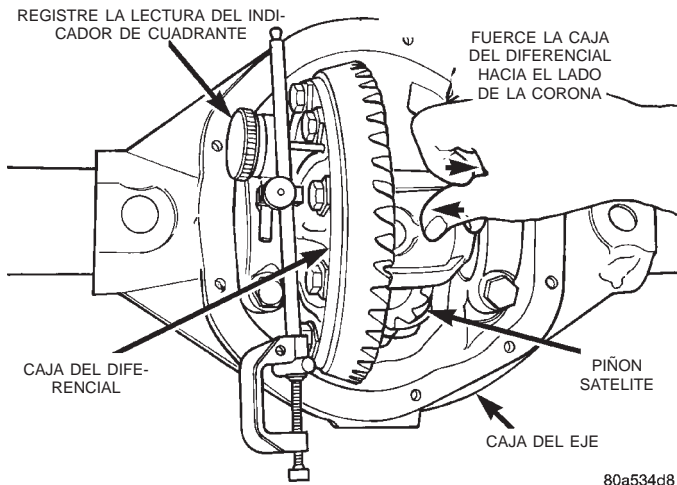

Fig. 68 Sostenga la caja del diferencial y registre la lectura del indicador de cuadrante
(23) Empuje y sostenga la caja del diferencial contra el lado de la corona de la caja del eje (Fig. 68).
(24) Registre la lectura del indicador de cuadrante (Fig. 68).